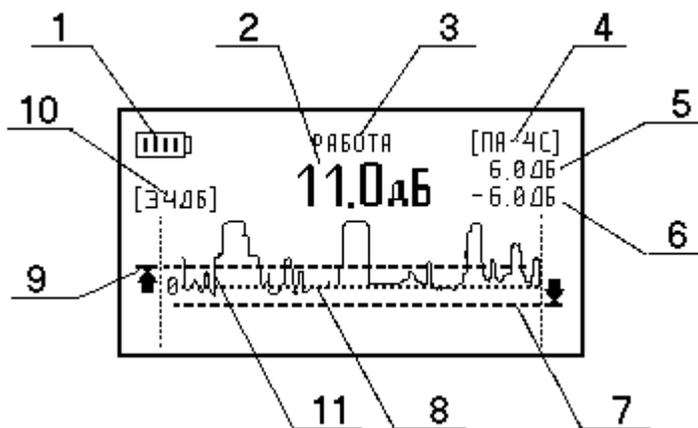

Рис.4.1 Органы индикации дисплея:
4.4 Включить дефектоскоп, нажав кнопку «Ф» ПИТАНИЕ. При этом должен засветиться дисплей. Расположение органов индикации на экране дисплея показано на рис.4.1.
4.6 Если звука по п.4.5 нет, проверить наличие аккумуляторов в отсеке для размещения элементов питания электронного блока. Если звук слышен, но индикатор заряда (рис.4.1, поз.1) сигнализирует о разряде аккумуляторов, то подзарядить их по п.4.9 или заменить разрядившуюся батарею новой.
4.8.1 Индикатор заряда (рис.4.1, поз.1) служит для контроля разряда элементов питания. Количество вертикальных полосок внутри прямоугольника показывает уровень заряда элементов питания.
4.8.2 Индикатор сигнала (рис.4.1, поз.2) показывает значение сигнала в дБ. По значениям этого индикатора можно судить о наличии дефекта.
4.8.3 Индикатор режима работы (рис.4.1, поз.3) служит для отображения режима работы дефектоскопа:
4.8.4 Индикатор типа преобразователя (рис.4.1, поз.4) отображает определяемый автоматически тип подключенного к электронному блоку преобразователя. При отключенном преобразователе индикатор отображает «...».
4.8.5 Индикатор верхнего порога (рис.4.1, поз.5) предназначен для отображения значения верхнего порога АСД.
4.8.6 Индикатор нижнего порога (рис.4.1, поз.6) предназначен для отображения значения нижнего порога АСД.
4.8.7 Линия нижнего порога (рис.4.1, поз.7) используется для визуализации значения нижнего порога АСД.
4.8.8 Линия нулевого уровня (рис.4.1, поз.8) определяет уровень, относительно которого отсчитывается значение сигнала (рис.4.1, поз.2). Этот уровень настраивается в режиме работы «КОМПЕНСАЦИЯ».
4.8.9 Линия верхнего порога (рис.4.1, поз.9) используется для визуализации значения верхнего порога АСД.
4.8.10 Индикатор масштаба (рис.4.1, поз.10) предназначен для отображения значения масштаба. Масштаб – это максимальное значение сигнала, выводимое на осциллограмме сигнала (рис.4.1, поз.11).
4.8.11 Осциллограмма сигнала (рис.4.1, поз.11) графически отображает сигнал на дисплее.
4.9.1 Проверка уровня заряда аккумуляторов осуществляется по индикатору заряда (рис.4.1, поз.1). При необходимости подзарядки аккумуляторов вынуть их и вставить в зарядное устройство, входящее в комплект поставки дефектоскопа или аналогичное. Включить устройство в сеть переменного тока напряжением 220 В. В случае полного разряда аккумуляторов время заряда составляет около 16 часов.
5.4.1 Установка режима работы (рис.4.1, поз.3) осуществляется нажатием кнопки «**←**» ВВОД. Переключение режимов работы осуществляется циклически: «РАБОТА» – «ВЕРХНИЙ ПОРОГ» – «НИЖНИЙ ПОРОГ» – «КОМПЕНСАЦИЯ».
5.6.2 Кнопкой «←» ВВОД установить режим работы (рис.4.1, поз.3) «ВЕРХНИЙ ПОРОГ» по п.5.4.1.
При этом на дисплее изменяется значение индикатора верхнего порога (рис.4.1, поз.5) и положение линии верхнего порога (рис.4.1, поз.9).
Если значение верхнего порога превысит установленное значение масштаба (рис.4.1, поз.10), то стрелка в левой части дисплея станет сдвоенной. Это означает, что линия верхнего порога находится за пределами дисплея.
5.6.4 Кнопкой «←» ВВОД установить режим работы (рис.4.1, поз.3) «РАБОТА» по п.5.4.1.
5.7.2 Кнопкой «←» ВВОД установить режим работы (рис.4.1, поз.3) «НИЖНИЙ ПОРОГ» по п.5.4.1.
При этом на дисплее изменяется значение индикатора нижнего порога (рис.4.1, поз.6) и положение линии нижнего порога (рис.4.1, поз.7).
Если значение нижнего порога превысит установленное значение масштаба (рис.4.1, поз.10), то стрелка в правой части дисплея станет сдвоенной. Это означает, что линия нижнего порога находится за пределами дисплея.
5.7.4 Кнопкой «←» ВВОД установить режим работы (рис.4.1, поз.3) «РАБОТА» по п.5.4.1.
5.8.2 Кнопкой «» ВВОД установить режим работы (рис.4.1, поз.3) «КОМПЕНСАЦИЯ» по п.5.4.1.
5.8.3 Установить преобразователь в бездефектной зоне контролируемого объекта. Перемещать преобразователь в бездефектной зоне до тех пор, пока сигнал не будет скомпенсирован до нулевого уровня. При этом сигнал на осциллограмме в пределах всего дисплея должен располагаться у линии нулевого уровня (рис.4.1, поз.8) и значения индикатора сигнала (рис.4.1, поз.2) должны быть равными нулю.
5.8.4 Кнопкой «» ВВОД установить режим работы (рис.4.1, поз.3) «РАБОТА» по п.5.4.1.